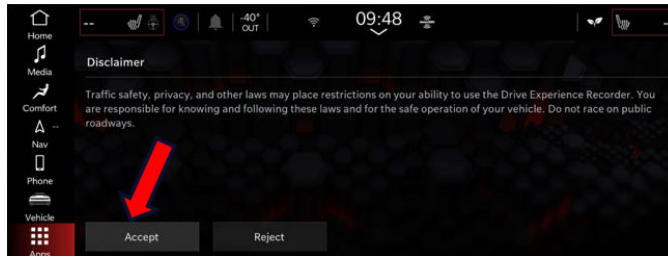

Fig. 13
26. If the disclaimer pops up, accept it Fig. 13.